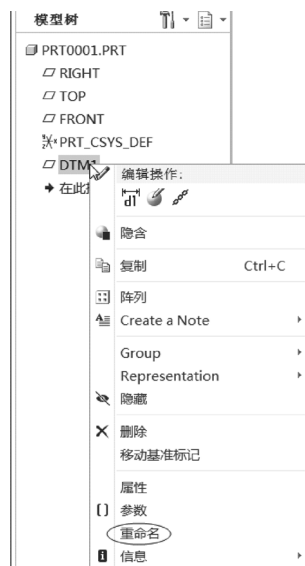

图 3-2 在模型树中右击基准平面特征
- 在模型树中右击相应基准平面特征，如图 3-2 所示，接着从出现的快捷菜单中选择“重命名”命令。